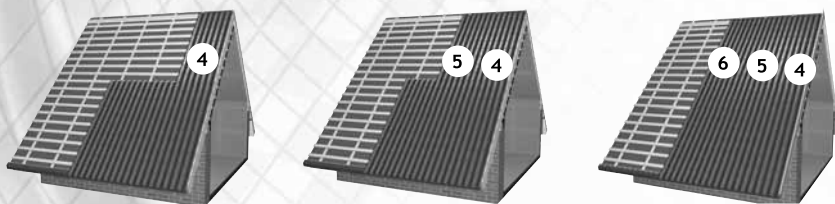

Рис. 21. Последовательность устройства рядовых листов
3. Уложить аналогичным образом листы металлочерепицы по линии конька (рис. 21).